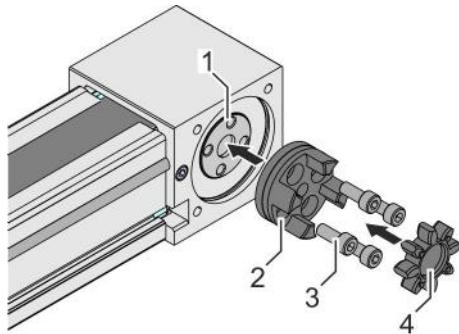

Fig. 17 : Montage du moyeu à vis
1. ➔ Introduire le moyeu à vis (Fig. 17 /2) de l'accouplement sur l'arbre cannelé (Fig. 17 /1).
2. ➔ Serrer alternativement les 4 vis (Fig. 17 /3) en diagonale.
3. ➔ Introduire la couronne dentée (Fig. 17 /4) dans le moyeu à vis (Fig. 17 /2).